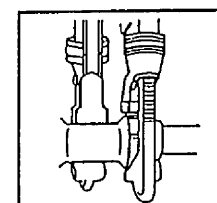

図 9
④接合部分がずれない程度に手で締め付けた後、パイプレンチ等で下表に示す締付トルク値まで締め付けて下さい。（図 9）